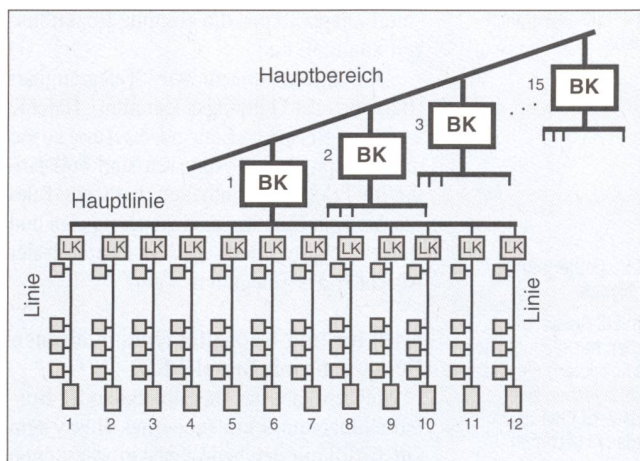

Bild 8 Struktur eines EIB-Bussystems
Zwölf Linien und eine Hauptlinie bilden einen Bereich. Bis zu 15 Bereiche lassen sich über Bereichskoppler (BK) zusammenfügen (Bild 8). Damit ist die maximale Systemkapazität erreicht. Die Gesamtkapazität an Busteilnehmern für das EIB-System beträgt demnach  $64 \times 12 \times 15 = 11\,520$  Busteilnehmer. Die Bereichskoppler erfüllen die gleichen Aufgaben wie die Linienkoppler.